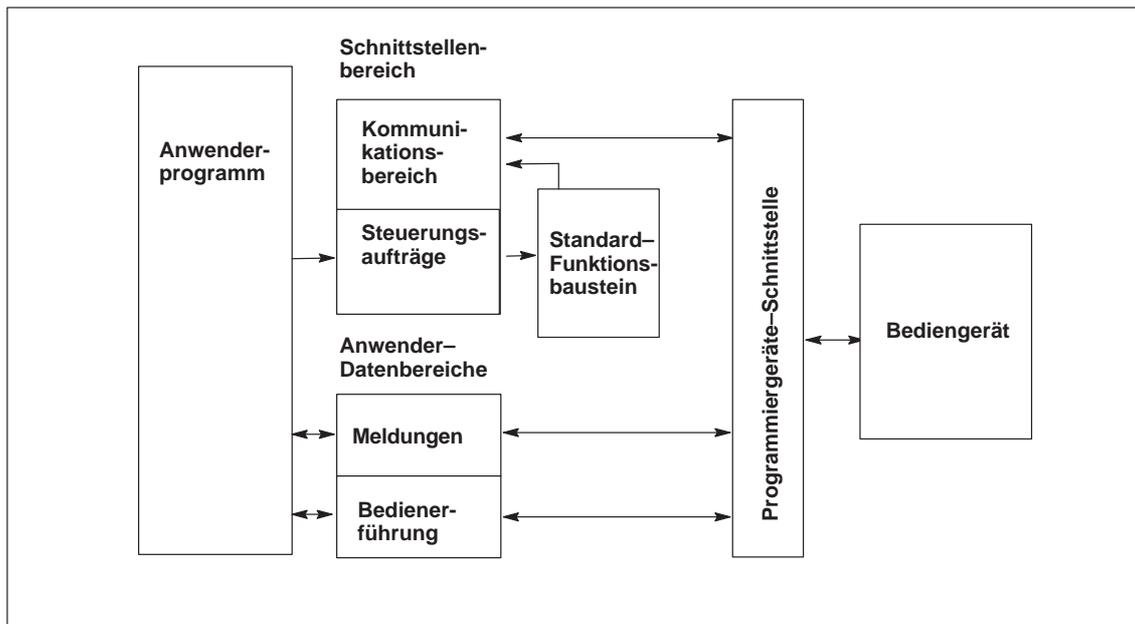

Bild 4-1 AS511-Kommunikationsstruktur für AG der Gruppe 1
**Beschreibung** Bild 4-1 zeigt die Kommunikationsstruktur mit den Programm- und Datenbausteinen, die im AG zur Kommunikation zwischen AG und Bediengerät erforderlich sind.
Die im Bild 4-1 dargestellten Pfeile symbolisieren den Informationsfluß zwischen den Komponenten.